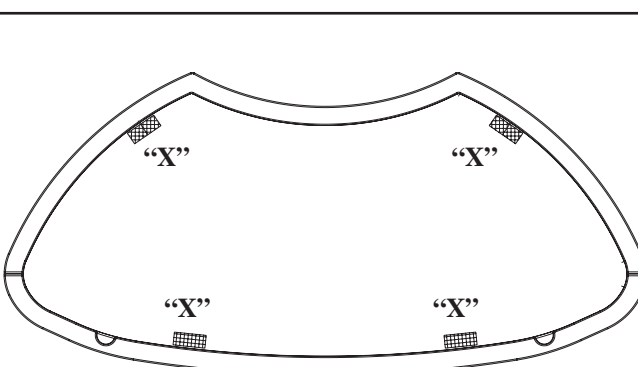

FIG. 3
- placer comme indiqué sur la fig. 3 les garnitures ("X") qui se trouvent dans la boîte céramiques.